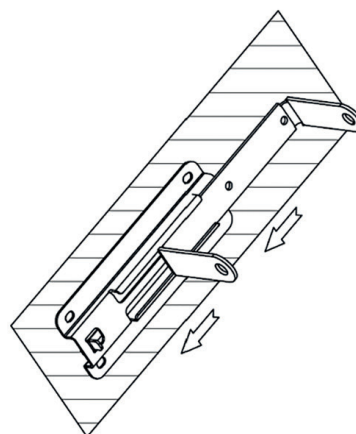

Bild 3
5. Schieben Sie die Spule in die Halterung und befestigen Sie sie mit einer 1\*6 x 12 mm Schraube. Siehe Abb.3